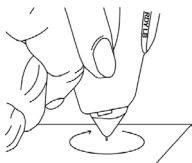

Fig. 2.3
- Halten Sie den Prüfstift so, dass die Prüfspitze im rechten Winkel (90°) zum Papier oder Probenstein (wie beiliegend) steht. Reinigen Sie die Spitze behutsam mit kreisender Bewegung, ohne die Spitze in den Prüfstift zu drücken (**Abb. 2.3**).